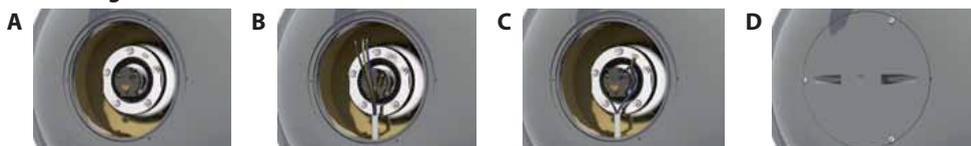

Figura 2.22
- 2 Per collegare la resistenza all'alimentazione principale è necessario un cavo di sezione opportunamente scelta (Figura 2.22 B).
- 3 Passare l'estremità del cavo attraverso la flangia avvicinandola ai componenti elettrici (Figura 2.22 C).
Il termostato deve essere ben fissato alla resistenza (Figura 2.22 A)
- 6 Chiudere la flangia (Figura 2.22 D).